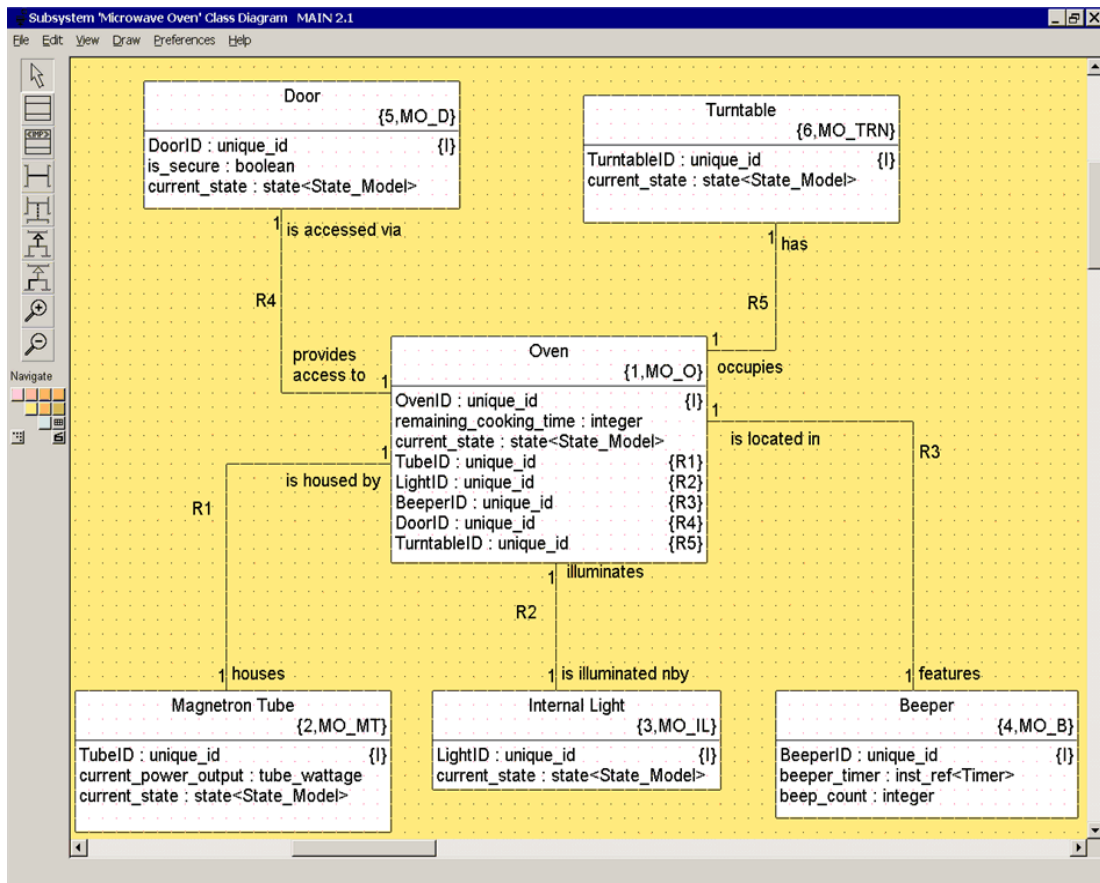

図 5-14: 最終的なクラス図
- ☐ [View] | [Snap Grid On/Off] の順に選択して、スナップグリッドをオフにします。最終的なクラス図は、図 5-14 に示されているクラス図のようになります。